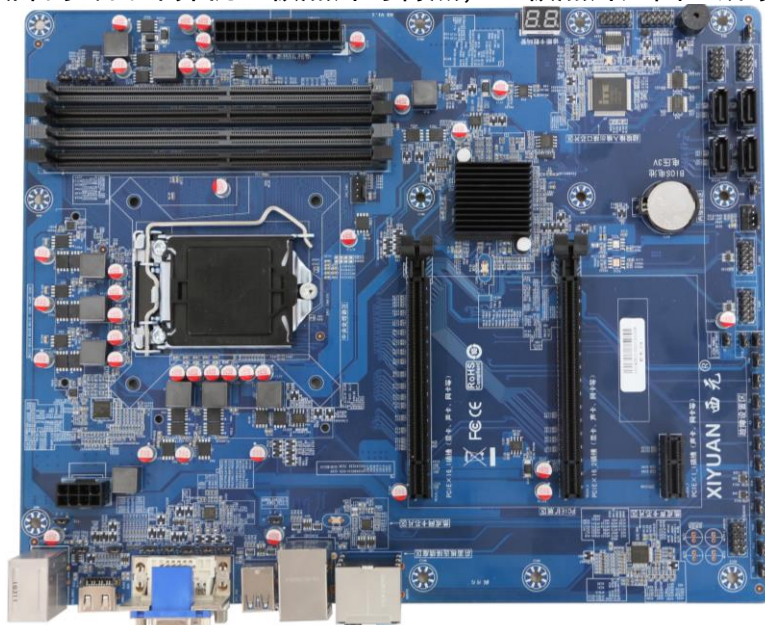

图 7 西元快速设置故障的计算机主板
2) 西元快速设置故障的专门计算机主板照片与特点，主板照片如图 7 所示